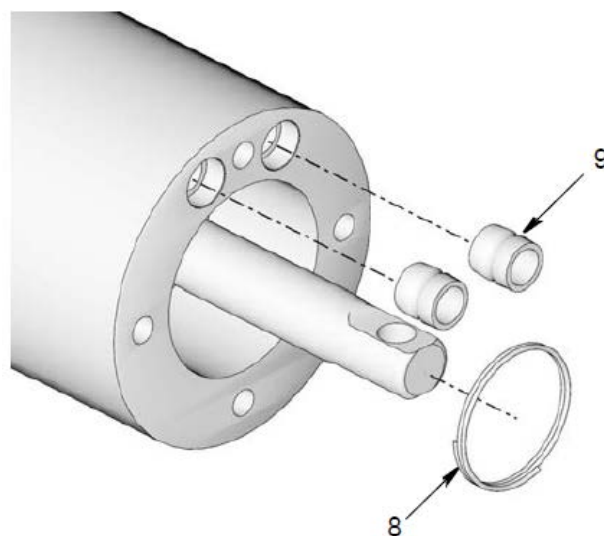

Рис. 20
13. Снимите пружину (8) и два уплотнения (9). Поместите пружину в безопасное место для дальнейшего использования при повторной установке. Можно выбросить уплотнения (9). При повторной установке используйте уплотнения, входящих в состав возимого комплекта запасных частей (рис. 20).
14. Закрепите сегмент адаптера насоса (2) в латунных тисках.